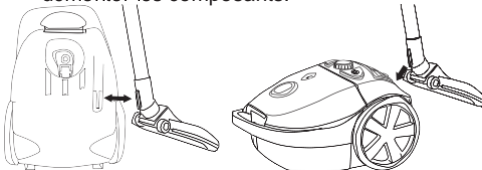

Figure 10 Rangement de l'aspirateur
- Placez l'aspirateur debout. À l'arrière de l'aspirateur, à côté de la roue avant, se trouve l'encoche de fixation pour le support à accessoire (voir la figure 10). Enfoncez le bas du support à accessoire dans l'encoche. Ceci vous permet de ranger l'aspirateur et de le ressortir rapidement, sans avoir besoin de démonter les composants.